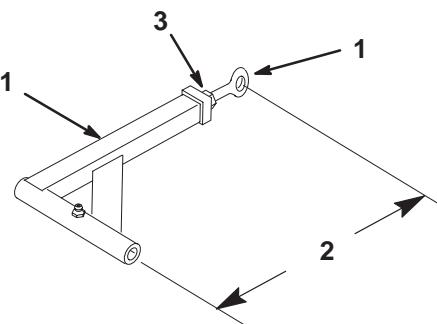

Figure 51
- Desserrez l'écrou de blocage et tournez la rotule dans le sens anti-horaire, un tour à la fois (Fig. 51).
- Réglez chaque côté de la même façon. La longueur nominale de chaque bras de poussé doit être de 389 mm (15-5/16") (Fig. 51).